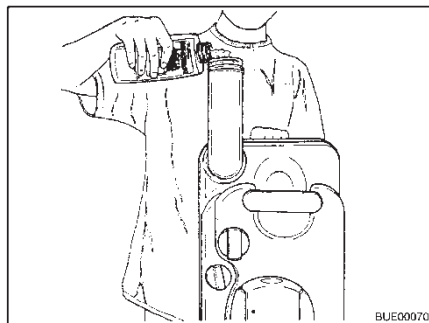

Fig. 177 Verter producto para sanitarios
- Rellenar la cantidad indicada de producto para sanitarios en el depósito de aguas fecales (Fig. 177).